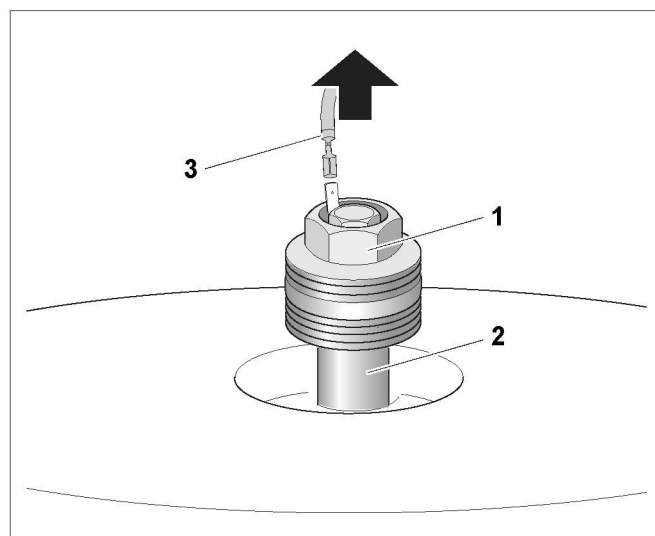

Рис. 13 Замена магниевого анода
- Снять штекер заземляющего провода (рис. 13, поз. 3) с плоского контакта магниевого анода.
- Отвернуть шестигранник (рис. 13, поз. 1) магниевого анода накладным гаечным ключом SW 32.
- Вывернуть анод (рис. 13, поз. 2).
- Надеть штекер заземляющего провода (рис. 13, поз. 3) на плоский контакт магниевого анода.